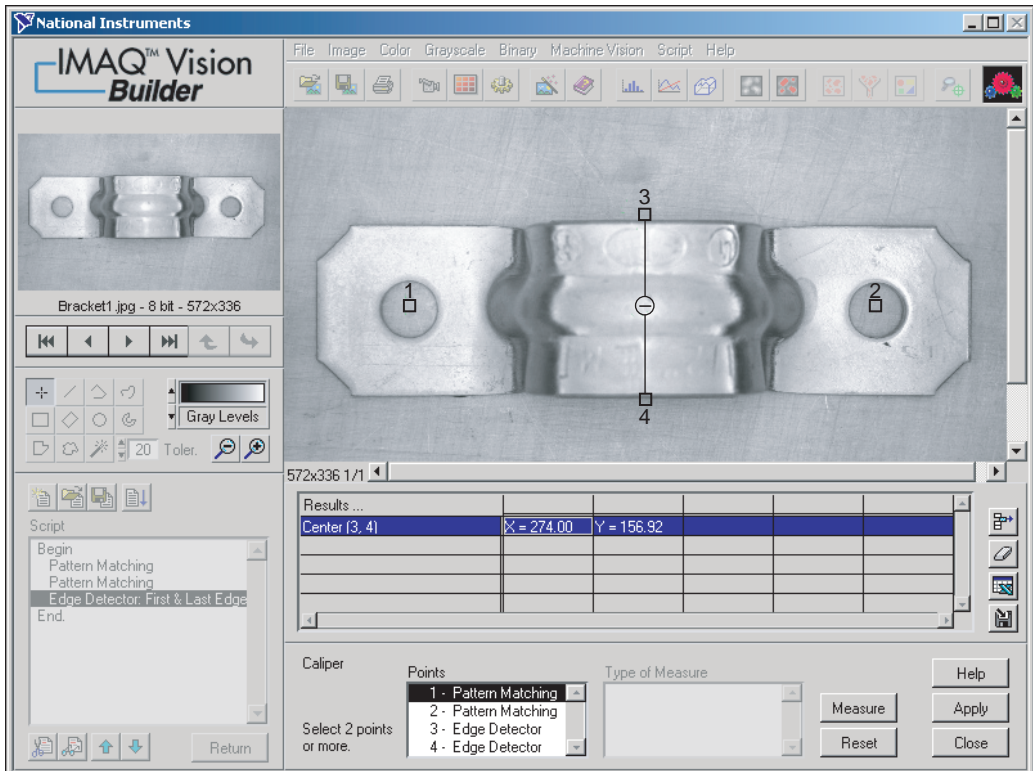

図 4-6 Caliper 関数で幅の中心を検出する
4. **Measure** ボタンをクリックしてブラケットの幅の中心を計算し、図 4-6 のように、幅の中心測定を結果表に追加します。